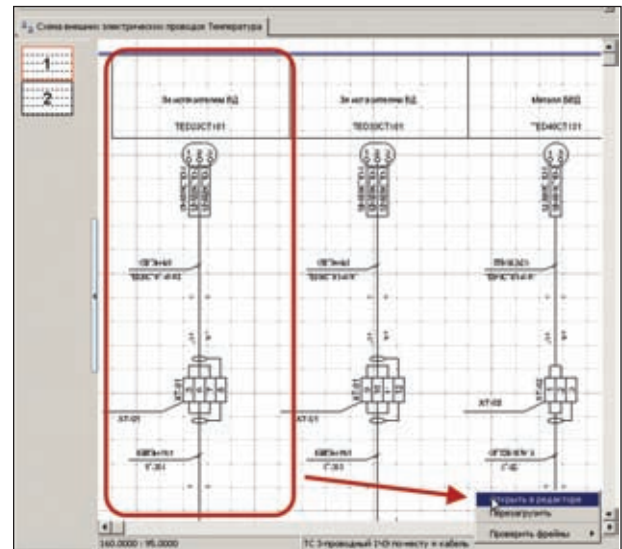

Рис. 9. Фрагмент документа "Схема внешних электрических проводов"
- в открытом, уже сформированном документе выделить нужный фрейм и по команде *Открыть в редакторе* перейти в графический редактор фреймов (рис. 9);